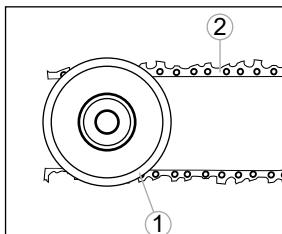

Рис. 5
4. Установите шестерню натяжения цепи 1 (рис. 5) на пильную шину, установите пильную цепь 2 (рис. 5) в паз направляющей шины, убедившись, что звенья цепи пилы направлены в правильном направлении и совпадают с маркировкой на шине.